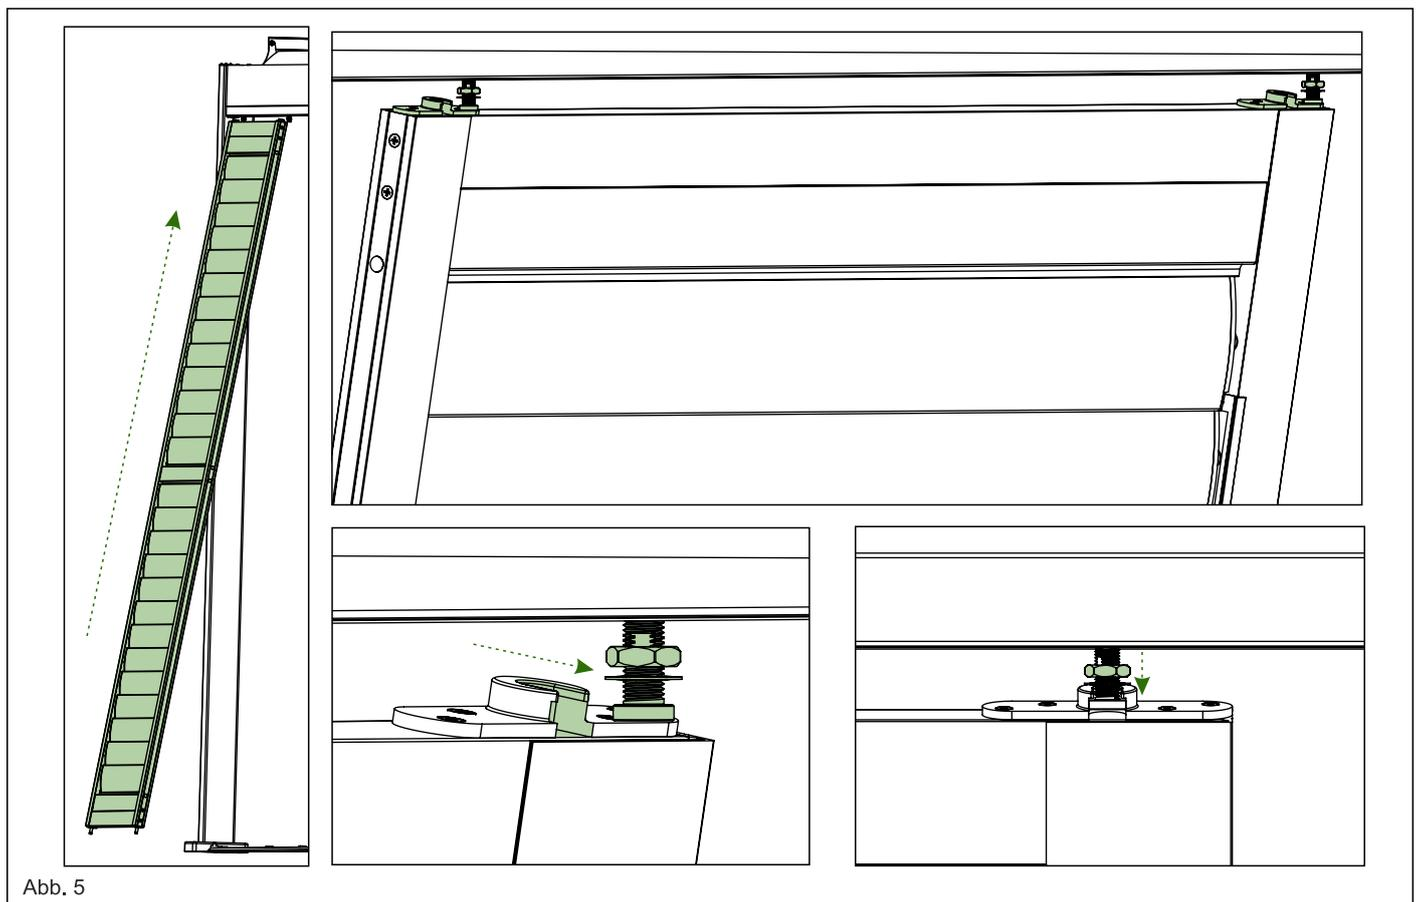

Abb. 5
4. Setzen Sie nun die Lamellentür als erstes in die obere Schiene mit der Lamellensteuerung nach Innen zeigend ein. Heben Sie die Tür in der oberen Schiene soweit hoch bis die beiden Öffnungen parallel zu den Schrauben des Laufwagen stehen. Hacken Sie die Öffnung zwischen Mutter und unteres Ende der Schraube ein und positionieren Sie die Tür senkrecht. Die Höhe der oberen Öffnung lässt sich sobald Sie das Untere Ende der Tür eingesetzt haben durch das drehen der Schraube einstellen. Siehe Abb. 5.